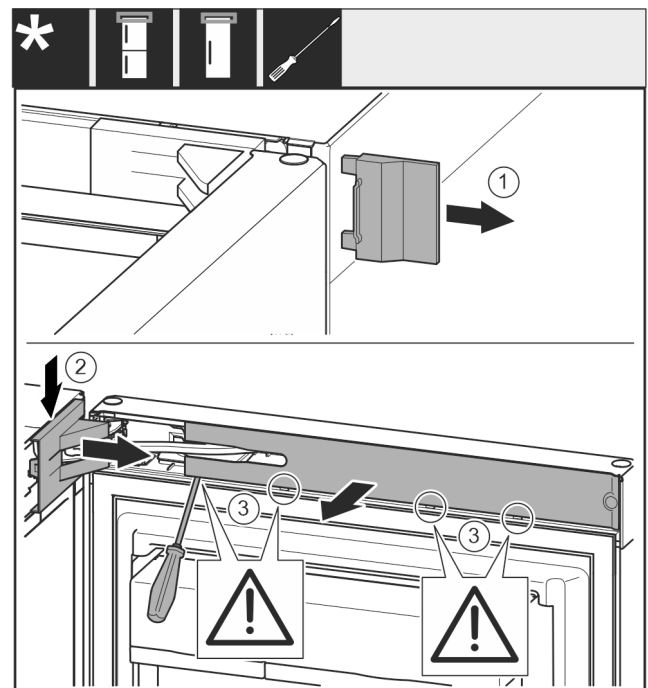

Fig. 9
- Retirer le cache Fig. 9 (1).
- Dégager et désolidariser le cache du support de palier Fig. 9 (2).
- Retirer le cache du support de palier Fig. 9 (2).
- Dégager le cache Fig. 9 (3) au moyen d'un tournevis plat et le faire pivoter sur le côté.